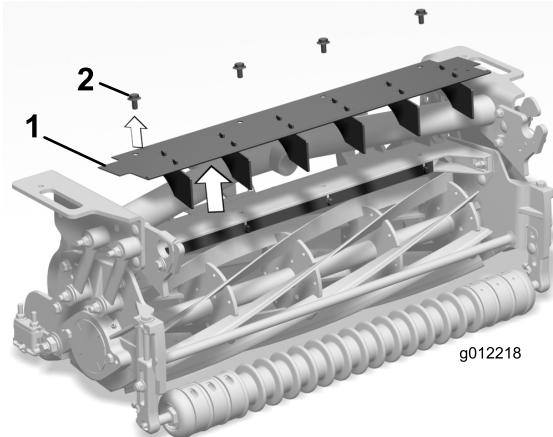

図 6
- 前グラスシールドとデフレクタをカッティングユニットのフレームに固定しているフランジヘッドボルト4本を外す図 6